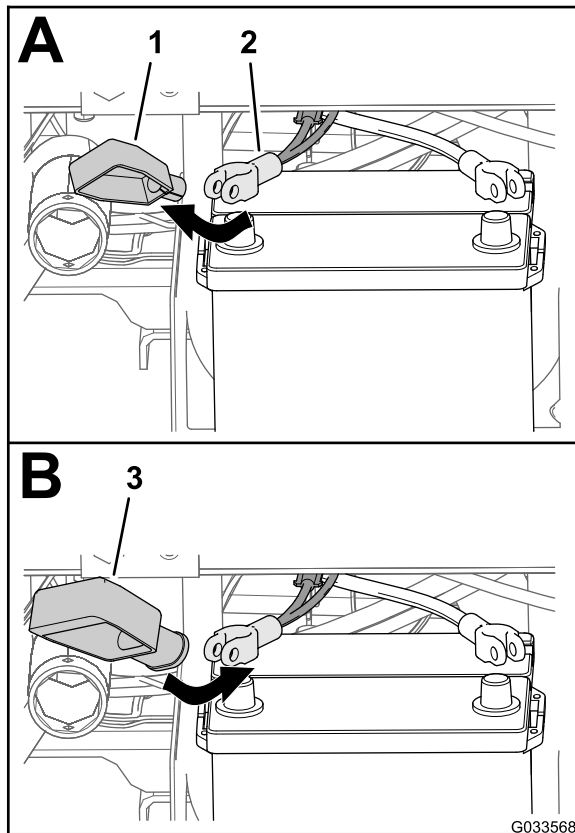

図 28
2. プラスケーブルからバッテリーカバー幅狭を外す 図 28。
3. バッテリーのプラスケーブルに、図 28 のように幅広カバーを取り付ける。